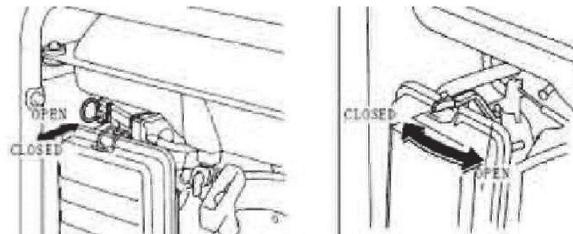

Рис. 5
3. Переведите рычаг заслонки в положение «Запуск» (только при холодном двигателе) (Рис. 5).